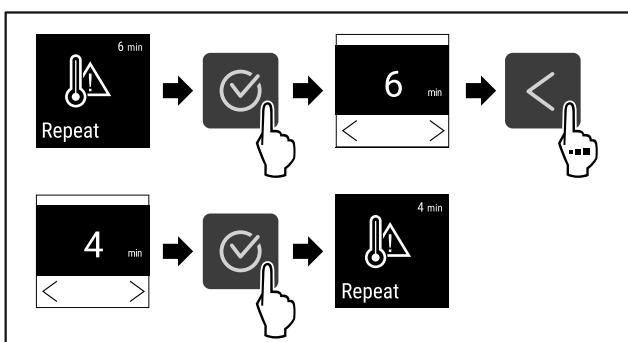

Fig. 101
- ▶ Εκτελέστε τα βήματα ενεργειών (βλέπε Fig. 101) .